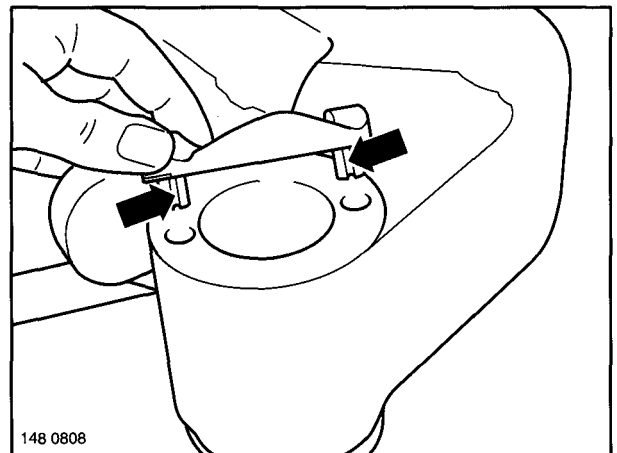

Fig. 8
- (2) Place the shaft thrust ring on the stub axle (Fig. 8). The mating surfaces must be clean, free of grease and flat.
Make the spring pins engage in the bores so that the slots (Fig. 8/arrow) in the spring pins face outwards. Drive the shaft thrust ring on to its seat with a plastic hammer.
- (2) Placer la rondelle à cames sur le carter de pivot (figure 8). Les faces de contact doivent être propres, planes et exemptes de graisse. Disposer les goupilles dans les trous de telle sorte que les fentes (figure 8/flèches) soient tournées vers l'extérieur. Mettre la rondelle à cames en place à l'aide d'un marteau plastique.
- (2) Wellendruckscheibe auf die Achsfaust legen (Fig. 8), die Auflageflächen müssen sauber, fettfrei und eben sein. Spannstifte so in die Bohrungen eingreifen lassen, daß die Schlitzze (Fig. 8/Pfeile) der Spannstifte nach außen weisen. Wellendruckscheibe mit Kunststoffhammer bis zur Anlage eintreiben.